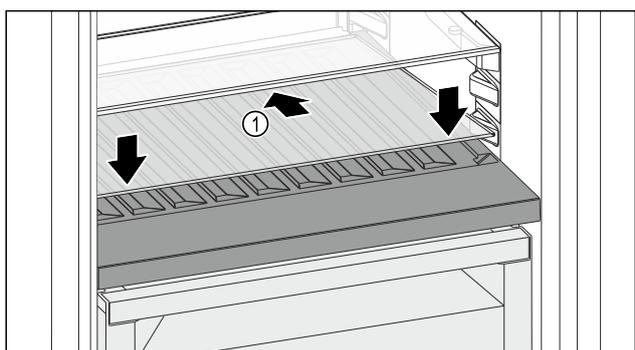

Fig. 111
- Nasadte sklenú dosku Fig. 111 (1) šikmo a naklonenú smerom dozadu nadol.
- Spustite sklenú dosku Fig. 111 (1) vpredu.